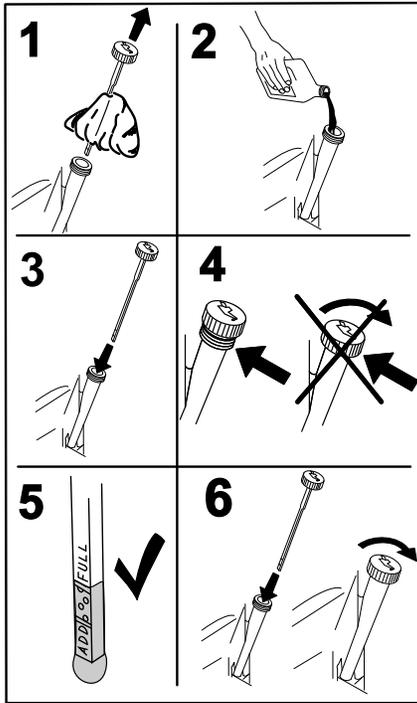

Figure 51
4. Versez lentement environ 80 % de l'huile spécifiée dans le tube de remplissage, puis faites l'appoint lentement pour faire monter le niveau jusqu'au repère maximum (Full) (Figure 51).